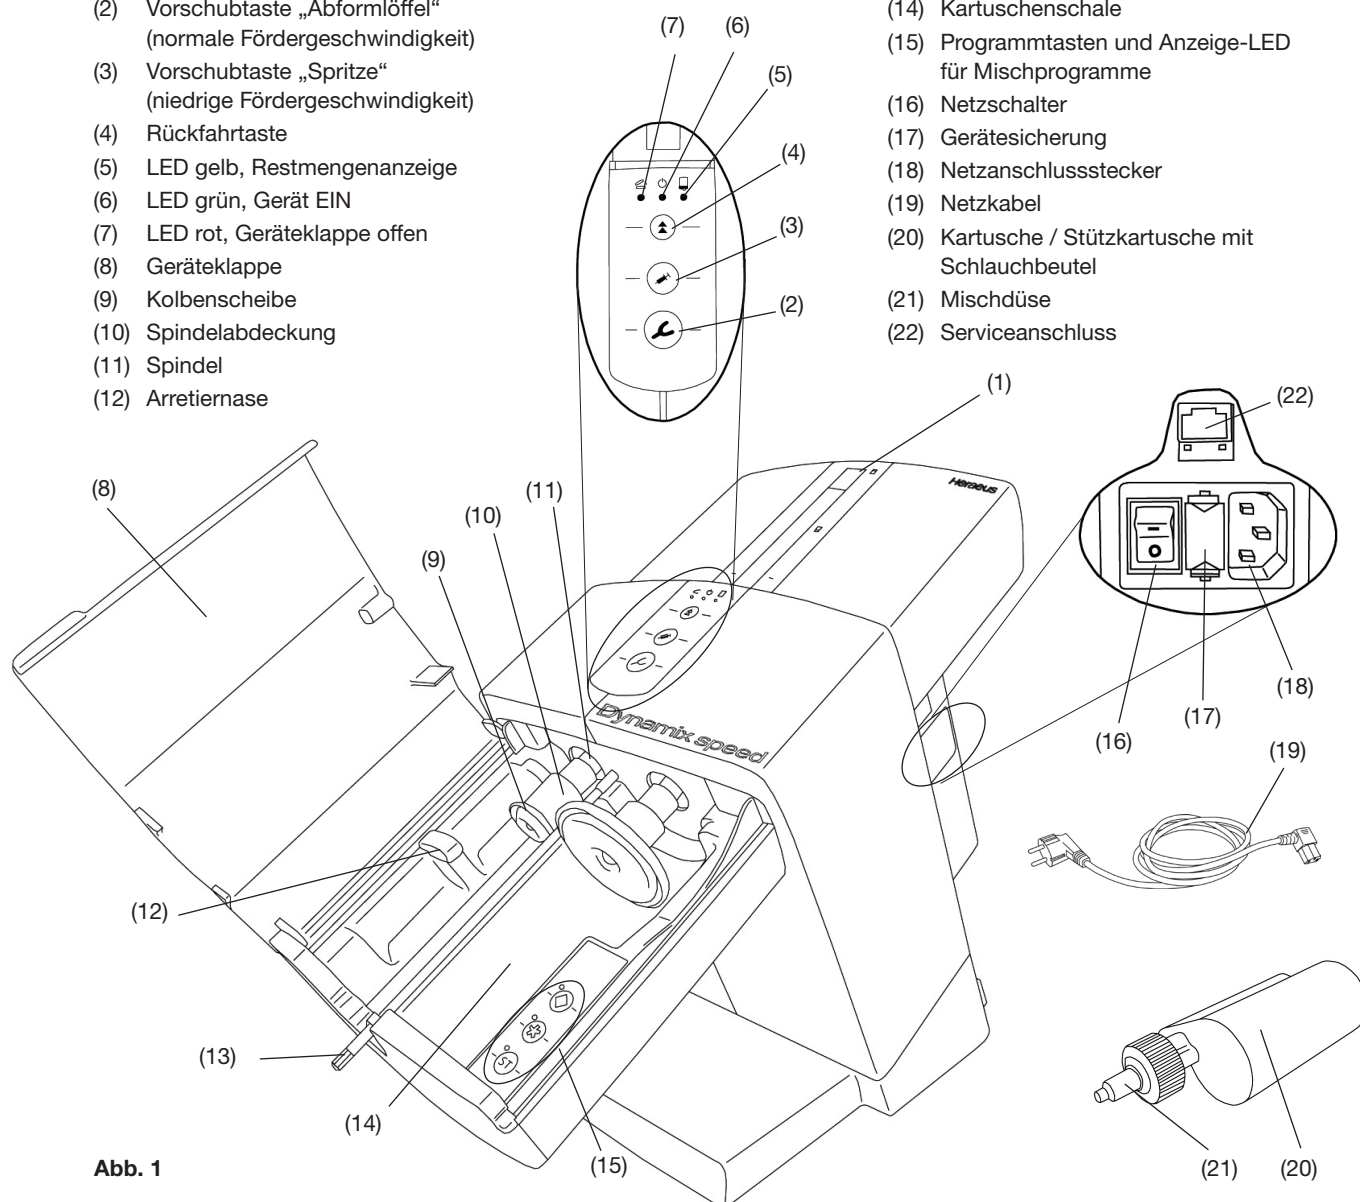
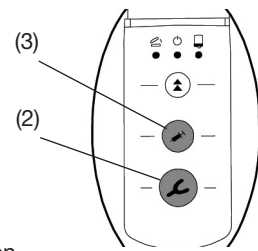

Abb. 1
Abb. 8
- Mitgeliefertes Netzkabel (19, Abb. 1) in den Netzanschlusstecker (18) einstecken.
- Gerät am Netzschalter (16) einschalten.
- Rückfahrtaste (4) drücken.
- Die Kolben (9, Abb. 1) fahren bis in die Ausgangsstellung zurück und stoppen dort.
- Geräteklappe (8, Abb. 1) öffnen.
- Transportsicherung (23) entfernen.
Das Einlegen sowie der Wechsel einer Kartusche kann nur erfolgen, wenn sich die zwei Kolben (9, Abb. 1) in der Ausgangsstellung befinden.
- Geräteklappe (8, Abb. 1) schließen.
- Kartusche (20) in das Gerät einlegen. Bitte beachten Sie, dass die Kartusche unter der Arretiernase (12) zu liegen kommt.
- Programmtaste für Mischprogramm (15) drücken, siehe auch Kap. 5.1.1. Angaben zum Mischprogramm finden Sie auf der Kartusche in Form der Symbole Stern  oder Karo .
- Geräteklappe (8, Abb. 1) schließen. Die Geräteklappe lässt sich nur bei korrekt eingelegter Kartusche schließen. Solange die Geräteklappe noch nicht ordnungsgemäß geschlossen ist, leuchtet die rote LED „Geräteklappe offen“ (7, Abb. 1).
- Wird ohne vorherige Programmauswahl eine Taste zum Fördern (Abformlöffel (2, Abb. 8) oder Spritze (3, Abb. 8)) gedrückt, aktiviert das Gerät automatisch das ST-Programm. Die LED neben der ST-Taste leuchtet.
- Vorschubtaste (2) oder (3) drücken und gedrückt halten:
- Abformlöffel (2), normale Fördergeschwindigkeit mit aktiviertem Mischprogramm oder
- Spritze (3), niedrige Fördergeschwindigkeit.
- Der Mischersechskant (13, Abb. 1) beginnt sich zu drehen und fädelt automatisch in die Mischerdüse (21, Abb. 1) ein.